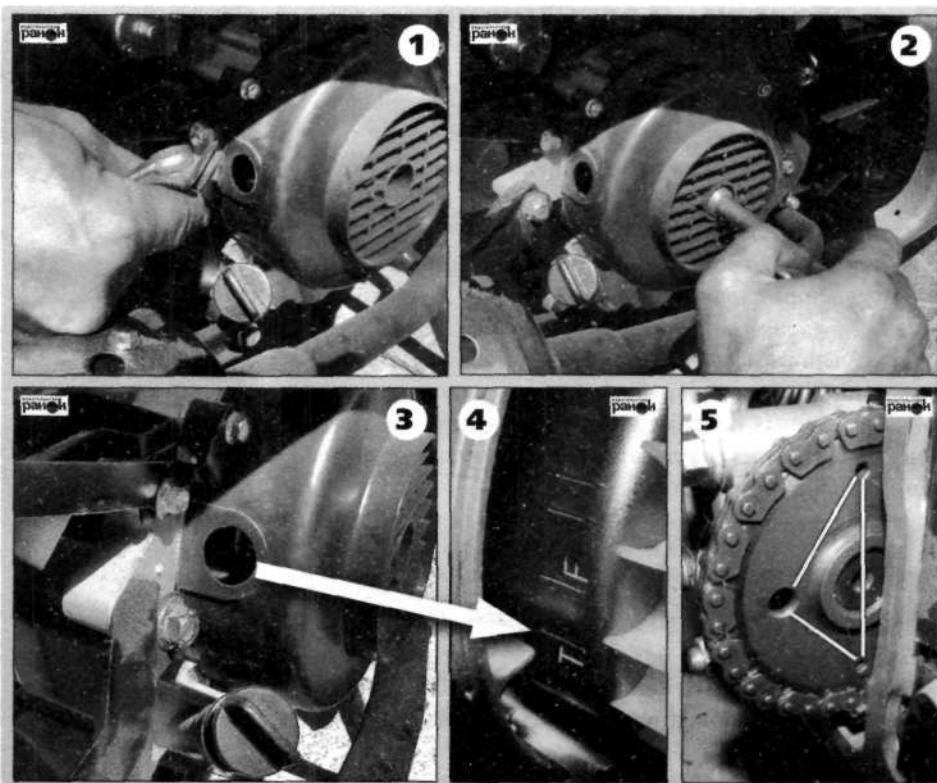

Рис. 24. Совмещение установочных меток ВМТ
- провернув коленчатый вал двигателя против часовой стрелки, совместить метку «Т» с меткой на левой крышке картера (сделать это можно, плавно нажимая на кик-стартер или вращая коленвал трубчатым ключом, надетым на гайку крепления ротора генератора, рис. 24). При совмещении метки «Т», метки на звездочке цепного привода должны располагаться, как на рис. 24.5.